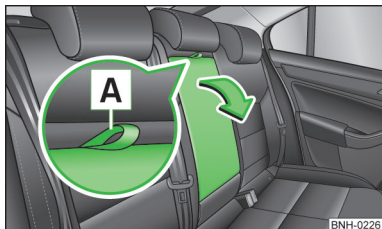

Fig. 55
► Trageți de cureaua **A** » fig. 55 și rabatați în față cotiera, în sensul săgeții.